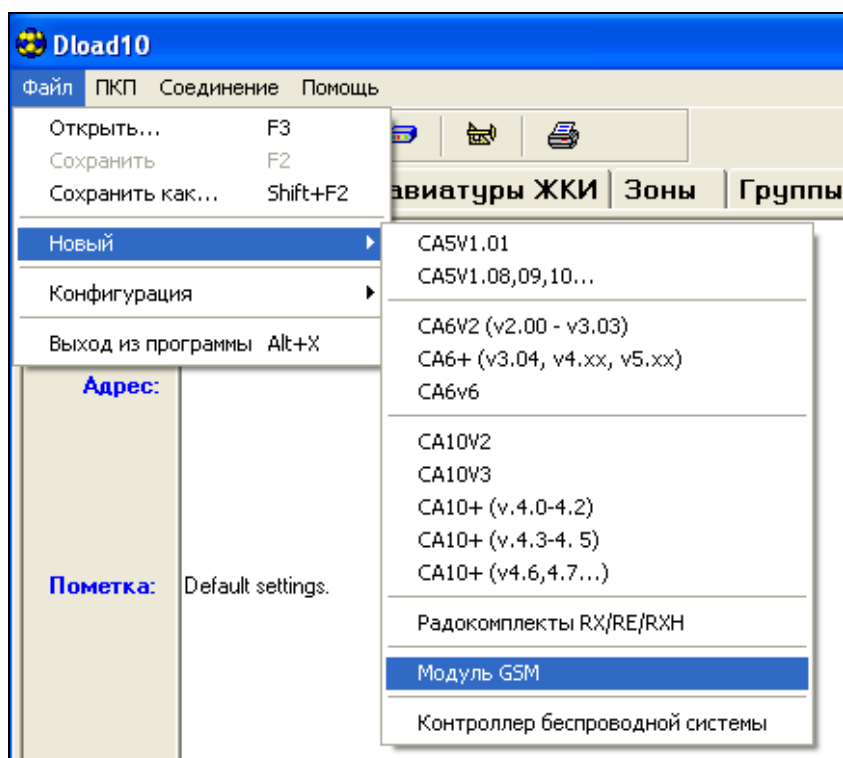

Рис. 8. Выбор модуля GSM после запуска программы DLOAD10.
2. В программе DLOAD10 в меню «Файл» сначала выбрать «Новый», затем «Модуль GSM» (см.: рис. 8).